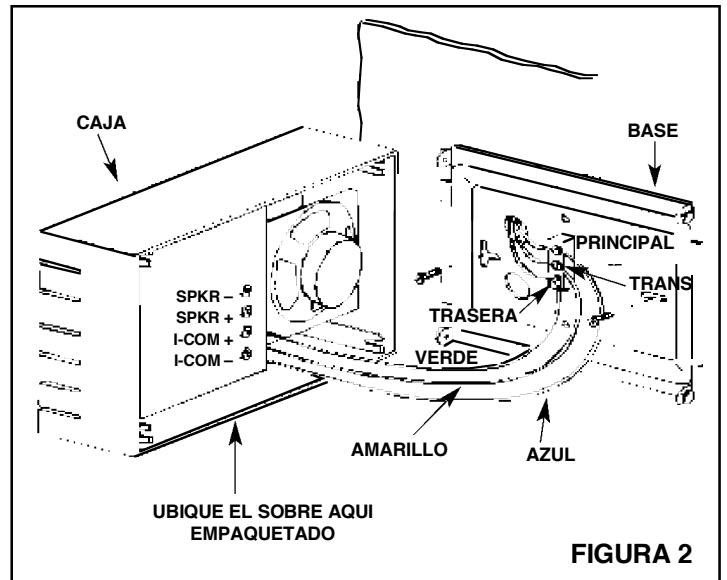

FIGURA 2
4. **Vea la Figura 2.** Determine si el carillón musical va a ser colgado vertical u horizontalmente. Tire de los hilos restantes a través de uno de los agujeros grandes de la chapa de montaje.
3. **Vea la Figura 2.** Traiga los hilos a través de una de las aberturas grandes de la chapa de montaje del carillón musical. Sujete la chapa de montaje a la pared con los tornillos. Si va a montar el carillón verticalmente, utilice los dos (2) agujeros ranurados con ranuras en forma de T en la parte superior.